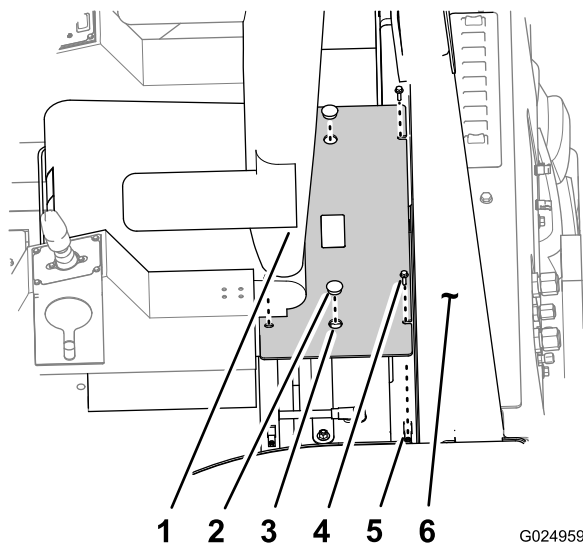

Figura 77
3. Rimuovete i 4 bulloni che fissano il coperchio della batteria alla piattaforma del ROPS (Figura 77).
1. Allineate i fori delle flange di montaggio del coperchio della batteria con i dadi sulla piattaforma del ROPS attorno alla batteria (Figura 77).
2. Fissate il coperchio della batteria alla piattaforma del ROPS con 4 bulloni (Figura 77).